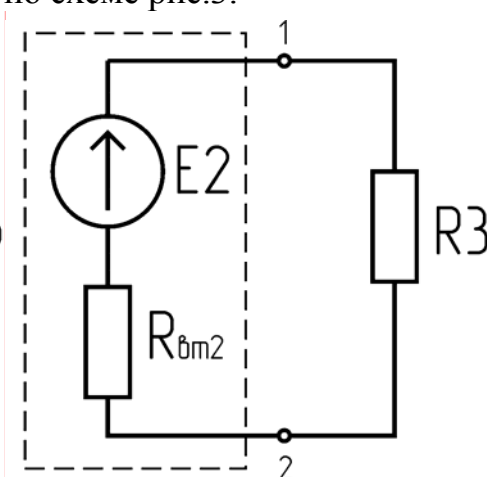

Рис.3
4. Для определения $R_{вг2}$ собрать цепь по схеме рис.3.
3. Вычислить значение тока I в цепи рис.3, используя результат измерения п.6 экспериментальной части.
4. Составить уравнение по 2-му закону Кирхгофа для исследуемой цепи рис.3 и используя результаты, полученные в п.5 и п.6 экспериментальной части и в п.3 расчетной части, определить внутреннее сопротивление $R_{вт2}$ источника E_2 с регулируемой ЭДС.